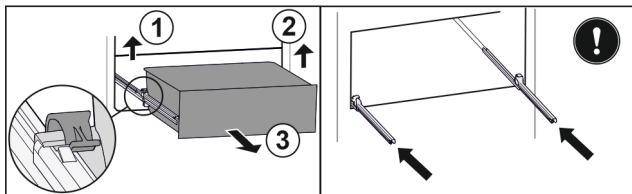

Fig. 152
- Podnieść lewy zacisk i wysunąć jednocześnie szufladę po lewej do przodu. Fig. 152 (1)
- Podnieść prawy zacisk i wysunąć jednocześnie szufladę po prawej do przodu. Fig. 152 (2)
- Wyjąć szufladę do przodu. Fig. 152 (3)